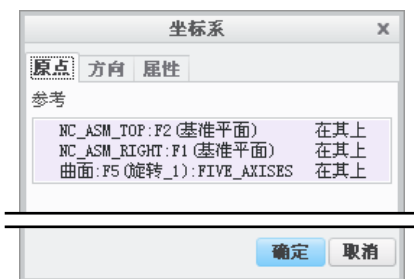
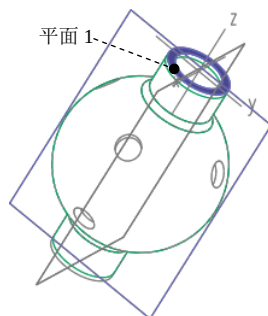

图 7.2.5 “坐标系”对话框
图 7.2.6 创建坐标系
Step5. 机床坐标系设置。在“操作”操控板单击  按钮，在弹出的菜单中选择  命令，系统弹出图 7.2.5 所示的“坐标系”对话框。按住 Ctrl 键依次选择 NC_ASM_TOP、NC_ASM_RIGHT 基准面和图 7.2.6 所示的模型表面作为创建坐标系的三个参考平面，单击 **确定** 按钮完成坐标系的创建，返回到“操作”操控板。单击  按钮，此时系统自动选择了新创建的坐标系作为加工坐标系。